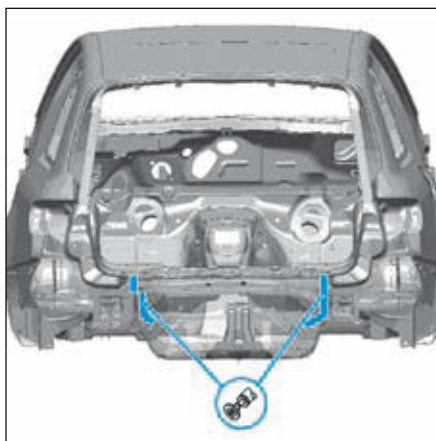

FIG.140
- Retirer les morceaux des tôles restant (Fig.140).